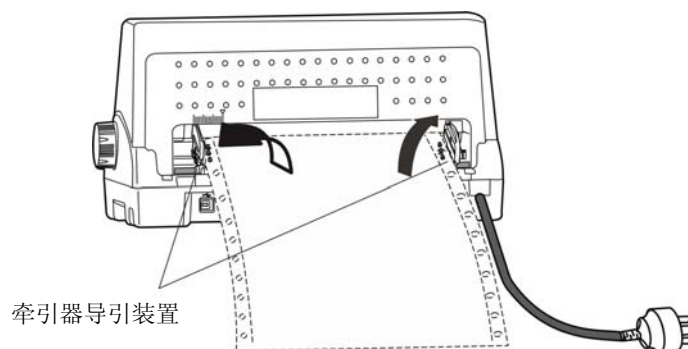

图 3-7 将连续纸安装在牵引器上
4. 打开牵引器，将纸装入牵引器齿轮上（如图 3-7 所示）。